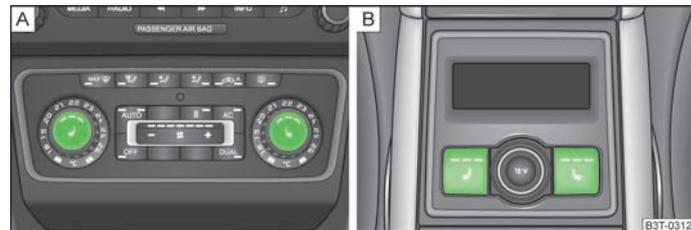

Fig. 57 Regolatore per il riscaldamento dei sedili anteriori / posteriori
- Premendo la superficie della manopola nell'area del simbolo  o  » fig. 57 - **A** è possibile attivare e regolare il riscaldamento dei sedili di conducente e passeggero.
- Premendo la superficie della manopola nell'area del simbolo  o  » fig. 57 - **B** è possibile attivare e regolare il riscaldamento del sedile posteriore destro e di quello sinistro.